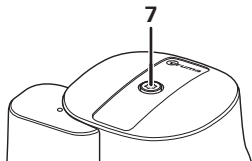
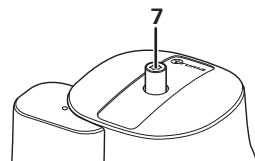

Bild 2a
Bild 2b
Der Crashsensor verfügt über einen Resetknopf, dessen Stellung Auskunft über seinen Status gibt: Stellung „betriebsbereit“ (Bild 2a) oder Stellung „nicht betriebsbereit“ (Bild 2b).
Zum Zurücksetzen den gelben Resetknopf (7) kräftig drücken, leicht im Uhrzeigersinn drehen und 5 Sekunden lang halten und sicherstellen, dass er in der Stellung „betriebsbereit“ (Bild 2a) bleibt.
- Das Auslöseelement des Crashsensors (9) so weit hineindrücken, dass der gelbe Resetknopf (7) herauspringt, so dass der Crashsensor in Stellung „nicht betriebsbereit“ (Bild 2b) ist.
- Schraubkappe (10) des Prüfanschlusses abschrauben und Prüfpumpe mit Prüfschlauch an den Prüfanschluss anschließen.